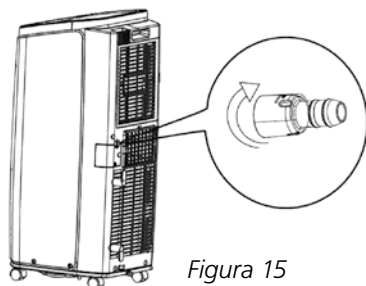

Figura 15
- Conecte el racor H suministrado (véase la figura 1) a esta salida (véase la figura 15).